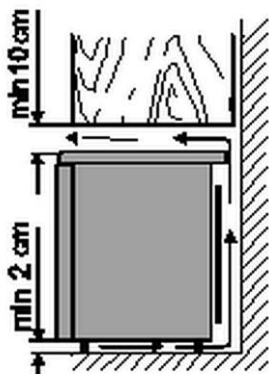

Fig. 2: Vista lateral
- Manter uma distância de pelo menos 10 cm entre o topo do aparelho e objetos (por exemplo, um armário) acima dele (fig. 2).